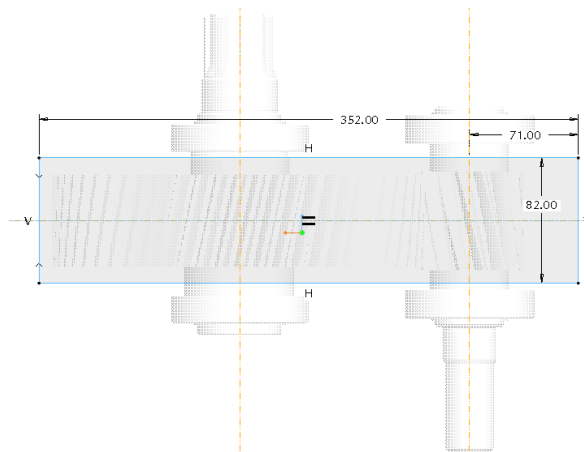

Abb. 1 Skizze Grundquader
▶  Profil ▶ Skizzierebene: E_TEILUNG ▶ Referenzen: E_ANTRIEB, E_ABTRIEB, E_ZRSTUFE ▶ Skizze nach Abb. 1 ▶ Tiefe: 140mm (in negative Richtung von E_TEILUNG)